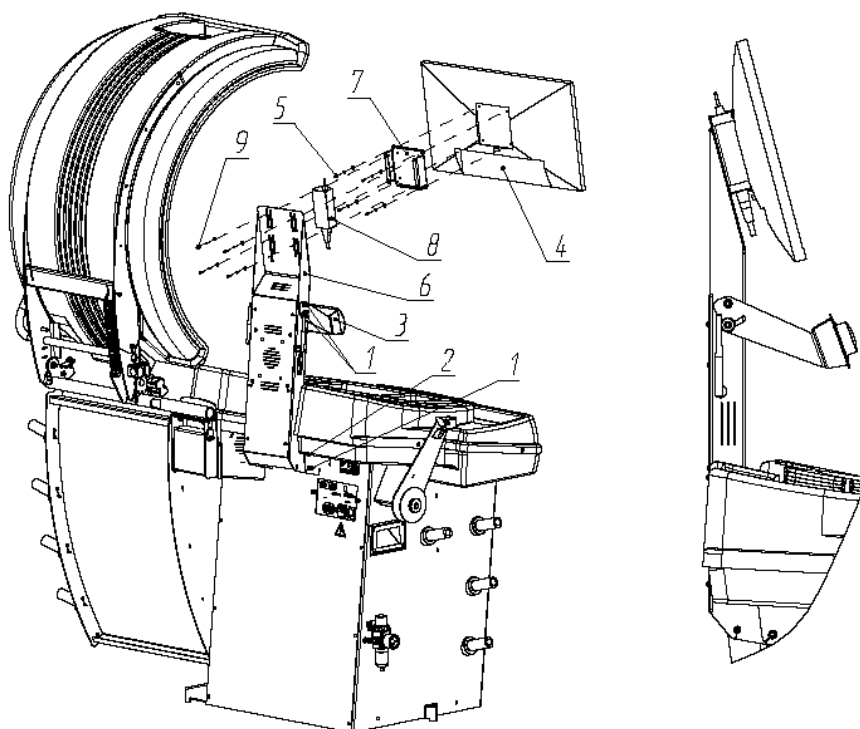

Рисунок 4.5
- ослабить винты поз.1 (рисунок 4.5 а);
- выкрутить винты поз.2 (рисунок 4.5 а).
Затем (рисунок 4.5 б, в):